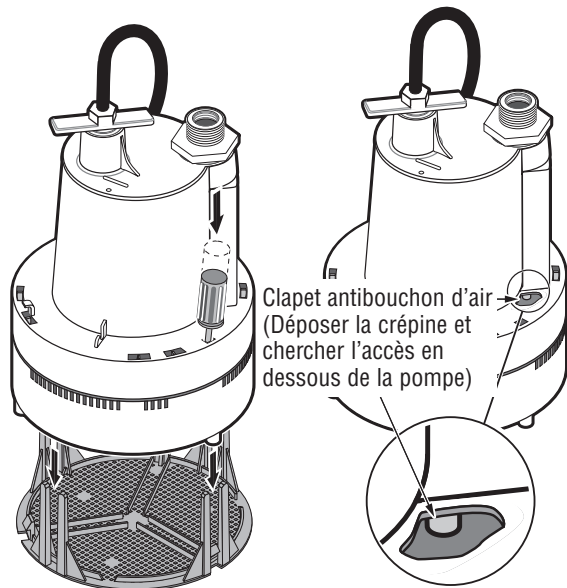

Figure 1 - Pour nettoyer la crépine et le clapet antibouchon d'air.
- Pour nettoyer la crépine, utiliser un tournevis pour la dégraffer (se reporter à la Figure 1), retirer et rincer la crépine.
Un petit trou est pratiqué dans le corps de cette pompe. Se reporter à Figure 1. C'est ce qu'on appelle un clapet antibouchon d'air. Si on soupçonne qu'il y a un bouchon d'air, introduire une épingle ou du nettoyant de tuyau dans le trou antibouchon d'air pour enlever les débris.